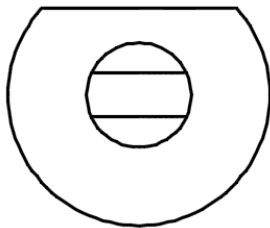

图 3-21 修剪图形 2
3) 在命令行的“输入命令”提示下输入“TRIM”并按〈Enter〉键,在“选择对象或<全部选择>:”提示下按〈Enter〉键以将所有对象用作修剪边界,接着分别单击要修剪掉的线段,最后得到图 3-21 所示的修剪效果。